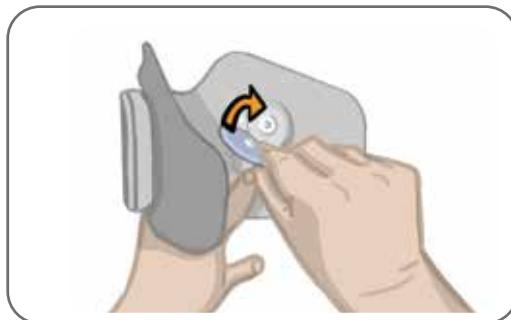

Figura 6-6. Fissaggio degli elettrodi Round Cloth
5. Fissare gli elettrodi Round Cloth alle basi per elettrodi (Figura 6-6).